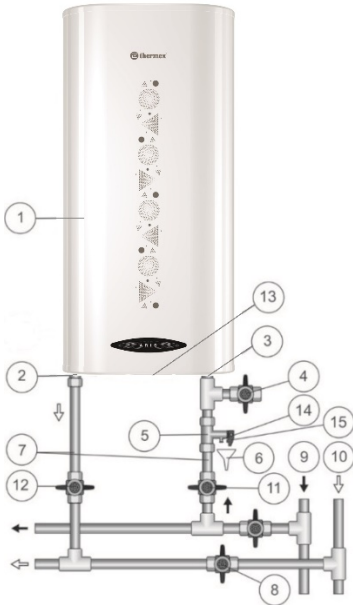

Рисунок 1. Схема подключения ЭВН к водопроводу в вертикальном положении
Внутренний бак имеет специальное биостеклофарфоровое покрытие, надежно защищающее внутреннюю поверхность от химической коррозии и, как следствие, продлевающее срок эксплуатации. Пространство между внешним корпусом и внутренним баком заполнено пенополиуретаном - современной, экологически чистой теплоизоляцией, обладающей наилучшими характеристиками теплосбережения. Модели Aris имеют два резьбовых патрубка: для входа холодной воды (Рис. 1, п. 3) с синим кольцом и выхода горячей воды (Рис. 1, п. 2) с красным кольцом. На нижней крышке ЭВН во всех моделях находится панель управления (Рис. 1, п. 16).
Предохранительный клапан (Рис. 1, п. 5) выполняет функции обратного клапана, препятствуя попаданию воды из водонагревателя в водопроводную сеть в случаях падения в последней давления и в случаях возрастания давления в баке при сильном нагреве воды, а также функции защитного клапана, сбрасывая избыточное давление в бак при сильном нагреве воды. Во время работы водонагревателя вода может просачиваться из выпускной трубы предохранительного клапана для сброса излишнего давления, что происходит в целях безопасности водонагревателя. Эта выпускная труба должна оставаться открытой для атмосферы и быть установлена постоянно вниз и в незамерзающей окружающей среде.
Необходимо обеспечить отвод воды из выпускной трубы предохранительного клапана (Рис. 1, п. 14) в канализацию, предусмотрев при монтаже ЭВН соответствующий дренаж (Рис. 1, п. 6).
Необходимо регулярно (не реже одного раза в месяц) проводить слив небольшого количества воды через выпускную трубу предохранительного клапана в канализацию для удаления известковых осадков и для проверки работоспособности клапана. Для открывания клапана он снабжен ручкой (Рис. 1, п. 15). Необходимо следить, чтобы во время работы ЭВН эта ручка находилась в положении, закрывающем слив воды из бака.
Установить предохранительный клапан (Рис. 1, п. 5) на входе холодной воды (Рис. 1, п. 3), помеченном синим кольцом, закрутив на 3,5 - 4 оборота, обеспечив герметичность соединения любым уплотнительным материалом (льном, лентой ФУМ и др.).
- В вертикальном положении в соответствии с Рис. 1 с выходом патрубков снизу
После подключения откройте вентиль подачи холодной воды (Рис. 1, п. 11) в ЭВН, кран выхода горячей воды из ЭВН (Рис. 1, п. 12) и кран горячей воды на смесителе, чтобы обеспечить отток воздуха из водонагревателя. При конечном заполнении ЭВН из крана смесителя непрерывной струей потечет холодная вода. Закройте кран горячей воды на смесителе.
Примечание: для облегчения обслуживания ЭВН в процессе эксплуатации рекомендуется установка сливного вентиля (Рис. 1, п. 4) в соответствии с Рис. 1 (для моделей, не оборудованных сливным патрубком (не входит в комплект поставки ЭВН)).